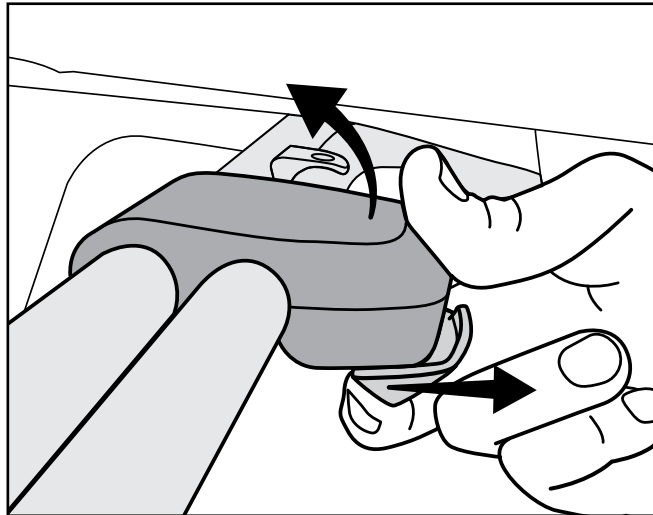

Figure 7
2. Libérez le loquet du cadre en tirant la glissière jaune vers l'arrière afin de désengager le mécanisme de verrouillage, et faites-le pivoter vers le haut (Figure 7).